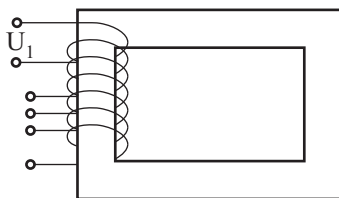

Abbildung 10: Spartransformator
4. Der Spar- oder Autotransformator hat eine einzige Spule mit Anzapfung (Abb. 10). Kann bei diesem Transformatortyp $U_2 > U_1$ sein?